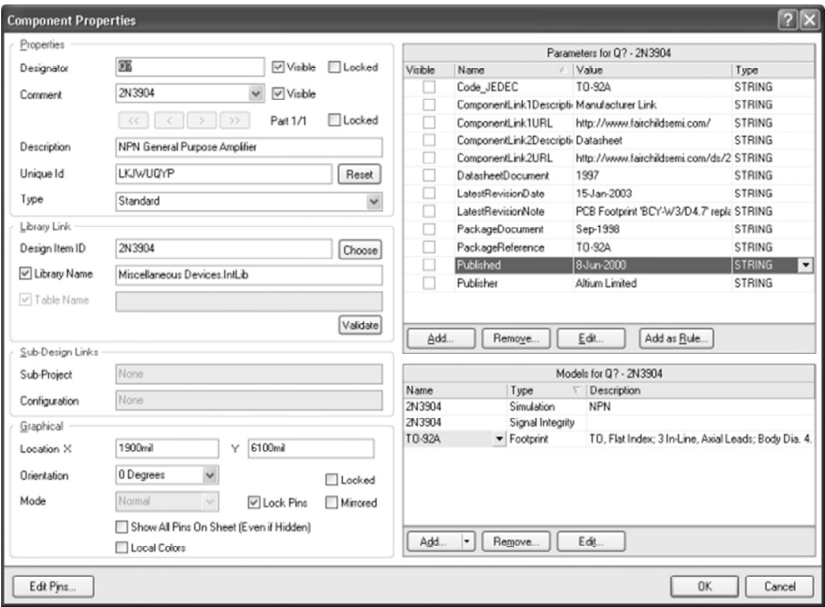

Рис. 3.5. Окно Component Properties
6. Перед размещением компонента на принципиальной схеме измените его свойства. Нажмите клавишу **TAB**, чтобы открыть диалоговое окно **Component Properties** (Свойства компонента), изображенное на рис. 3.5.